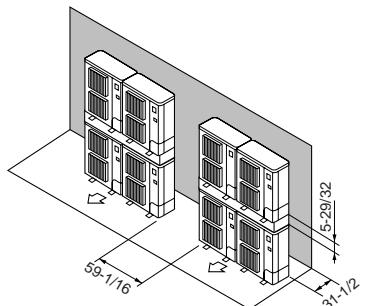

Fig. 2-14
⑦ Disposition pour appareils empilés (Fig. 2-14)